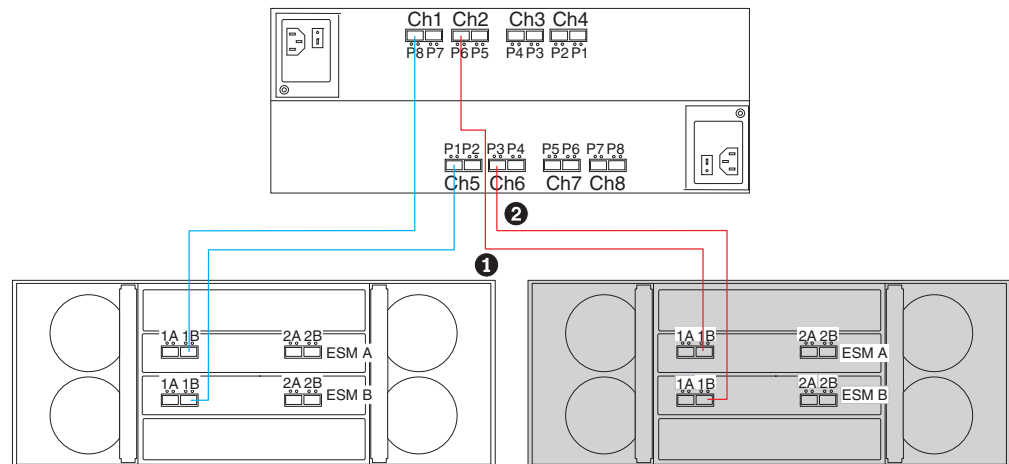
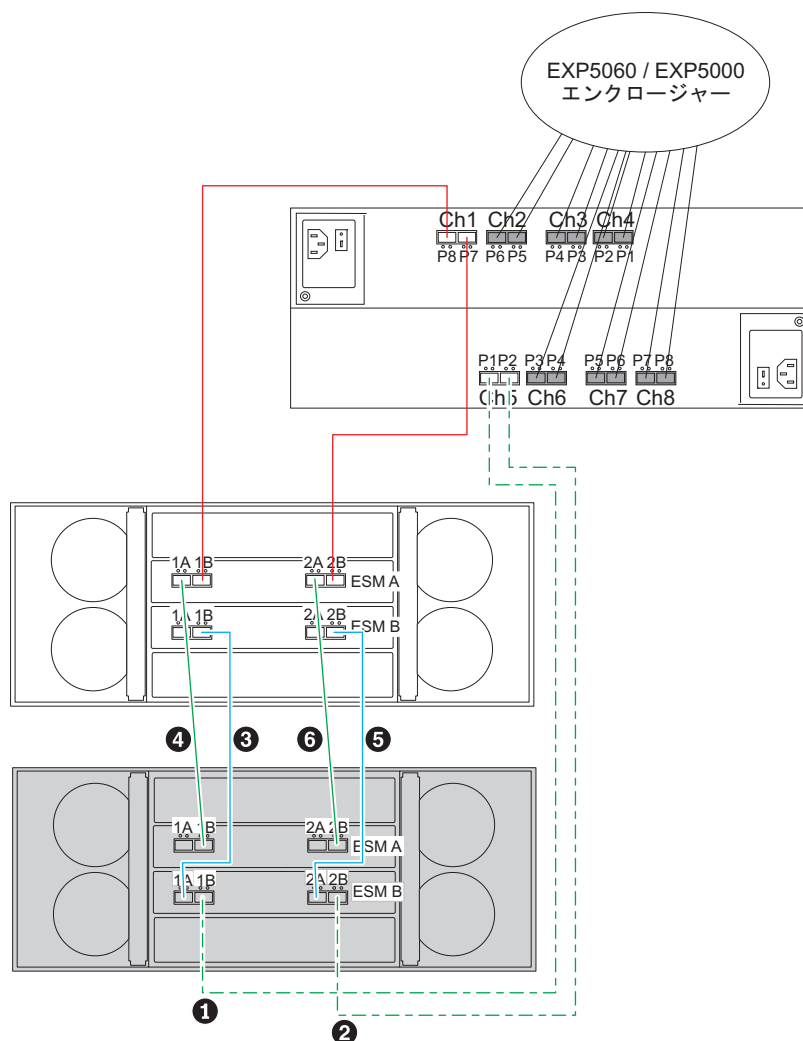

図 43. EXP5060 を新しいドライブ・チャンネルに追加する場合 (非トランキング・ケーブル接続方式)
図 45. EXP5060 を別の EXP5060 の背後にカスケードする場合 (トランキング・ケーブル接続方式)
- 各コントローラーに装置が接続されていないドライブ・チャンネルがある場合、コントローラー A のデュアル・ポート・ドライブ・チャンネルの偶数のポート、およびコントローラー B のデュアル・ポート・ドライブ・チャンネルの奇数のポートを使用して、EXP5060 をコントローラー・ドライブ・チャンネル・ペアに追加します。図 43 を参照してください。
- コントローラーに接続されていないドライブ・チャンネル・ポートがない場合は、100 ページの図 45 のように、既存の EXP5060 の背後に EXP5060 をカスケードしてください。
4. 98 ページの図 43 から 図 45 に示すように、このセクションで説明したケーブル接続シナリオのいずれかを使用して、EXP5060 を既存の DS サブシステム構成にケーブル接続します。ケーブル接続は、図中に黒地の円の中の数字で示した
注: 100 ページの図 45 で、1 と 2 のラベルが付いた接続は、コントローラー・ドライブ・ポートから既存のエンクロージャーのポート 2B への既存接続を、新しいエンクロージャーのポート 2B に移す様子を示しています。